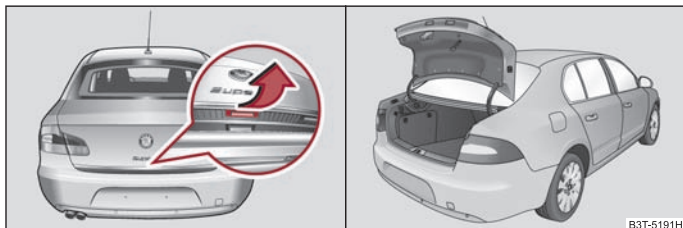

Fig. 30 Empuñadura de la tapa del maletero / tapa del maletero pequeña abierta
Tras desbloquear el vehículo por medio de la llave con mando a distancia o de la llave ⇒ página 45 podrá abrir la pequeña tapa de maletero ⇒ **fig. 30**.
- Presione la empuñadura en la parte inferior de la tapa de maletero ⇒ **fig. 30** - lado izquierdo, la tapa de maletero se abrirá automáticamente ⇒ **fig. 30**.